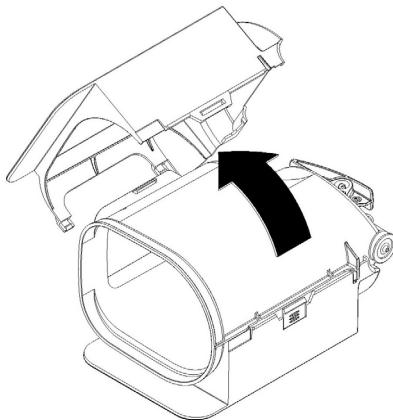

figura 10
- 2** Quite la parte izquierda del recuperador y, a continuación, la derecha (ver figura 10).